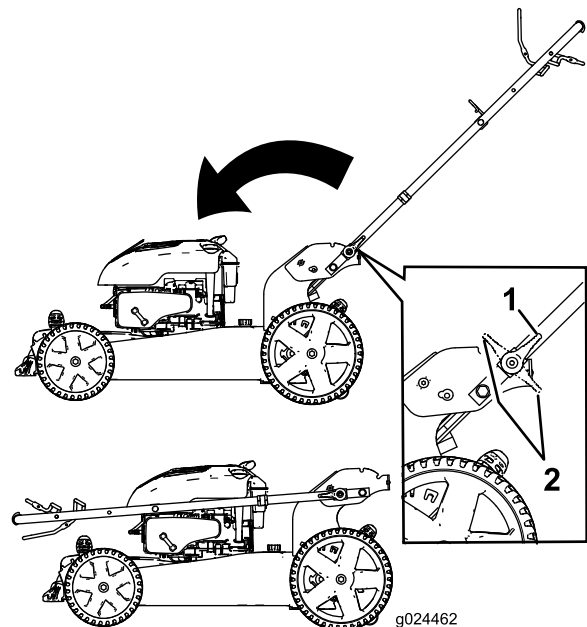

Figure 17
3. Déverrouillez le guidon (Figure 17).
4. Pliez le guidon complètement en avant (Figure 17).